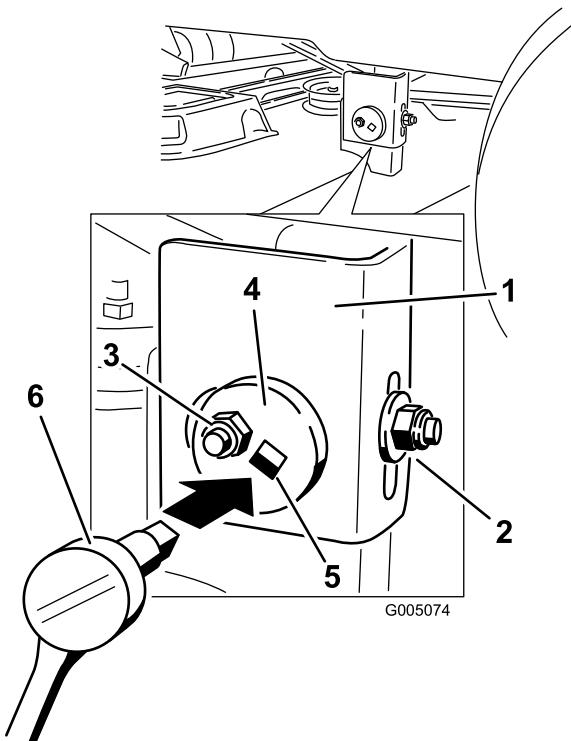

Figura 40
7. Sul lato sinistro della macchina. Allentate, ma non togliete, il dado di bloccaggio posteriore sul supporto di sospensione (Figura 40).
8. Allentate il dado di bloccaggio laterale sul supporto di sospensione appena a sufficienza per poter regolare la piastra centrica (Figura 40). Utilizzate una prolunga di 9,5 mm (3/8 poll.) su una chiave a tubo per manovrare la piastra centrica. Utilizzate la chiave per riposizionare l'altezza del piatto di taglio e regolare l'altezza desiderata.
9. Fermate il piatto di taglio nella posizione regolata e serrate il dado di bloccaggio laterale sul supporto di sospensione per fissare la nuova posizione (Figura 40).